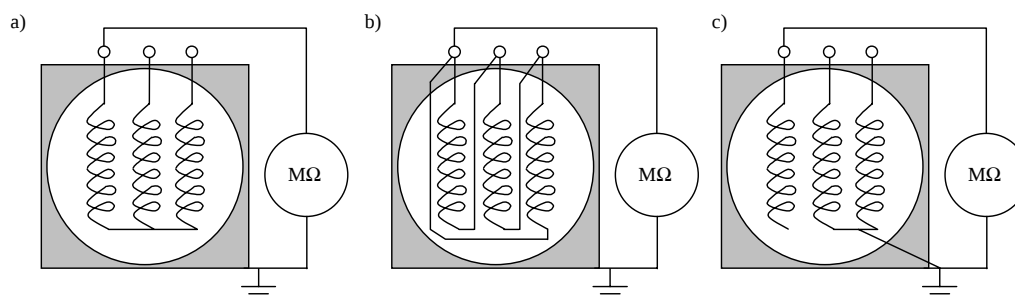

Figura 7-7 Conexiones de los devanados del estator para mediciones de resistencia de aislamiento
- Compruebe que las conexiones secundarias de los transformadores de corriente (CT), incluyendo los núcleos de recambio no están abiertos Consulte la *Figura 7-7 Conexiones de los devanados del estator para mediciones de resistencia de aislamiento*
La medición de la resistencia de aislamiento debería llevarse a cabo en la caja de terminales. La prueba suele realizarse a todo el devanado como grupo, en cuyo caso el medidor se conecta entre el armazón de la máquina y el devanado. Consulte la *Figura 7-7 Conexiones de los devanados del estator para mediciones de resistencia de aislamiento*. El armazón se conecta a toma de tierra y las tres fases del devanado del estator permanecen conectadas al punto neutro. Consulte la *Figura 7-7 Conexiones de los devanados del estator para mediciones de resistencia de aislamiento*.
Si la resistencia de aislamiento medida de todo el devanado es inferior a la especificada y los devanados de fase se pueden desconectar fácilmente entre sí, cada fase también se podrá medir por separado. Esto no es posible para todas las máquinas. En esta medición, el verificador se conecta entre el armazón y de la máquina y uno en de los devanados. El armazón y las dos fases no medidas se conectan a tierra. Consulte la *Figura 7-7 Conexiones de los devanados del estator para mediciones de resistencia de aislamiento*.